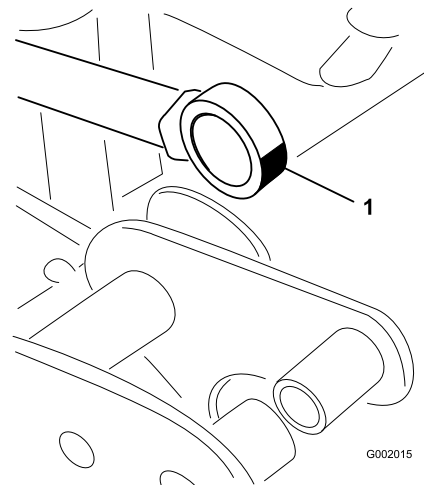

Figura 44
5. Manipule el extremo del cojinete del émbolo del actuador y aplique grasa al cojinete (Figura 44). Limpie cualquier exceso de grasa.